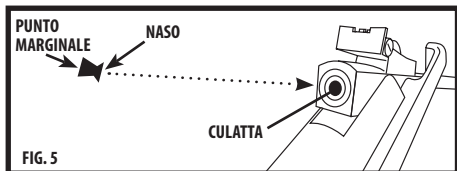

FIG. 5
1. Con il fucile ad aria in posizione armata/aperta, mettere una pallottola, naso in avanti, nella culatta (**Fig. 5**).